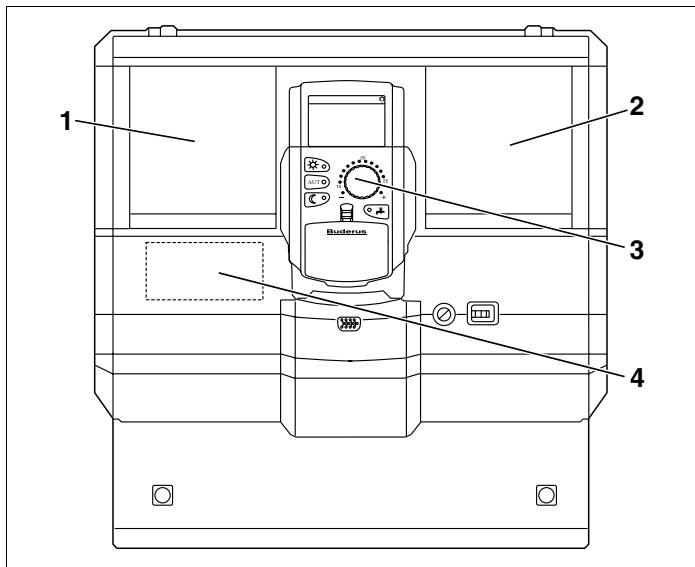

Fig. 1 Modulplassenes tilordning
Modulen FM 451 skal alltid monteres på modulclass A og modulen ZM 424 på modulclass 1 (fig. 1, **pos. 1**).
Modulene FM 445 og FM 446 skal alltid monteres på modulclass 2 (fig. 1, **pos. 2**).